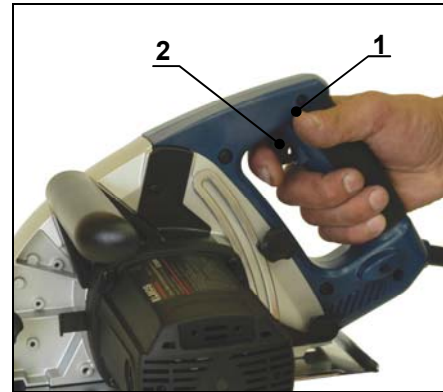

Рис.1
Для запуска инструмента, сначала утопите блокировочную кнопку выключателя (1) и затем нажмите курок (2). Для остановки инструмента, отпустите курок (2). Рис.1.